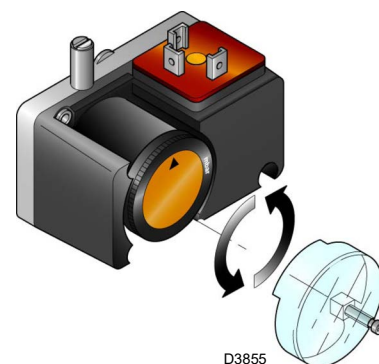

Fig. 32
- Regular el presostato para el control de estanqueidad (Kit PVP) (Fig. 32 a pág. 32), si está presente, según las instrucciones suministradas con el kit.
Regular el presostato para el control de estanqueidad (kit PVP) (Fig. 32) si está presente, según las instrucciones suministradas con el kit.